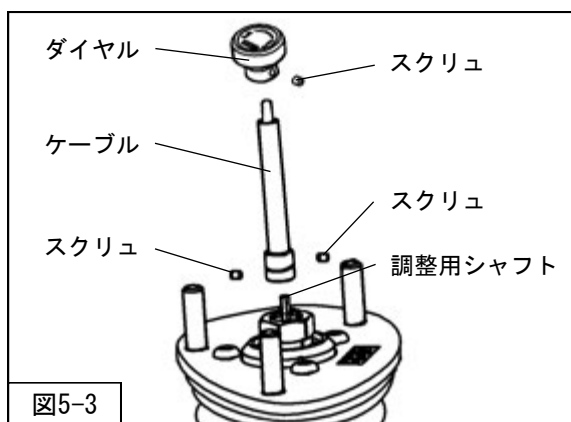

図5-3
3. 減衰力調整ケーブル（短・同梱品）からダイヤルを取外し、リアサスペンションASSY先端の調整用シャフトにケーブルを取付けてください。（図5-3）
4. 調整用シャフト側面の平面部にスクリュの位置を合わせ、ケーブルを固定してください。スクリュの締付けは六角レンチ（1.5mm・同梱品）を使用してください。（図5-3）
6. ケーブルにダイヤルを取付け、スクリュで固定してください。スクリュの締付けは六角レンチ（1.5mm・同梱品）を使用してください。（図5-3）